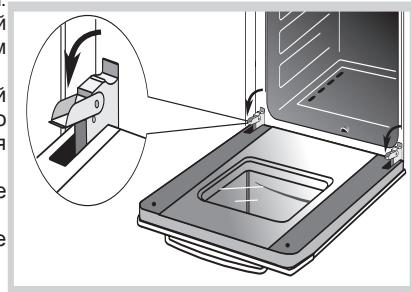

Рис.24
- поднимите и поверните до упора рычаги, расположенные на двух шарницах (рис. 24),